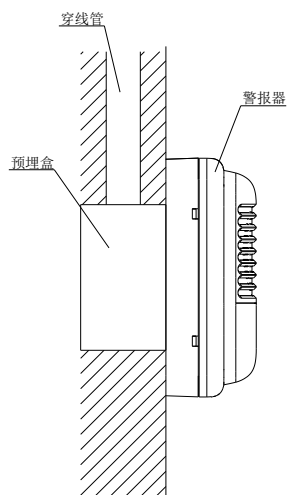

图 2 安装示意图
2. 警报器底壳与警报器之间采用插接方式，安装时为明装，可安装在 86H50 型标准预埋盒上，安装示意图如图 2 所示。